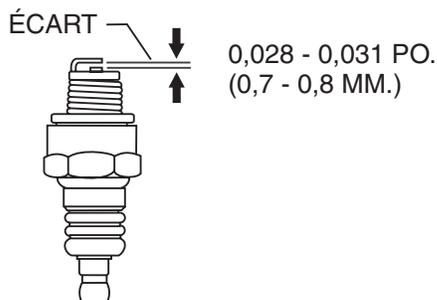

Figure 26. Type de bougie d'allumage
- Enlever et nettoyer la bougie (Figure 26) avec une brosse métallique si elle doit être réutilisée. Jeter la bougie d'allumage si l'isolant est fissuré ou écaillé.